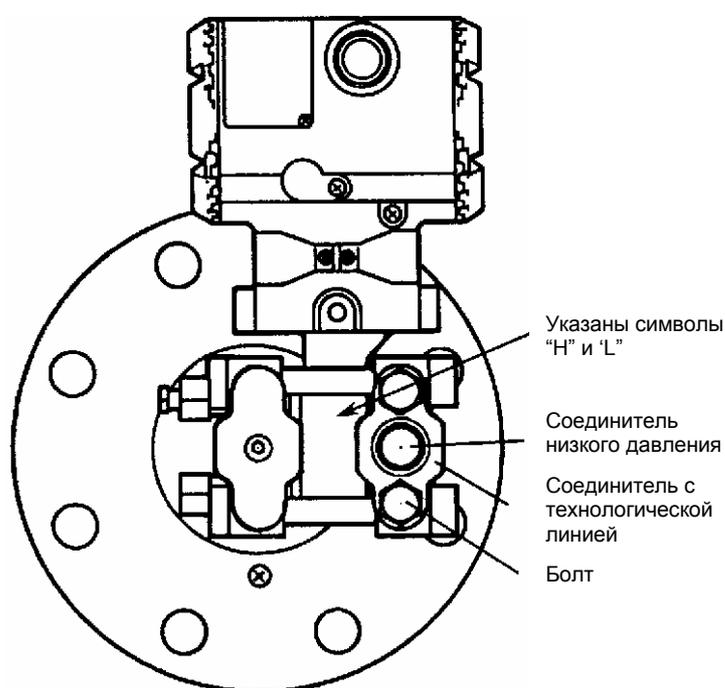

Рис. 5.1 Символы “Н” и “L” на сборочном узле капсулы
(1) Проверка соединителей высокого и низкого давления в датчике (рис. 5.1)